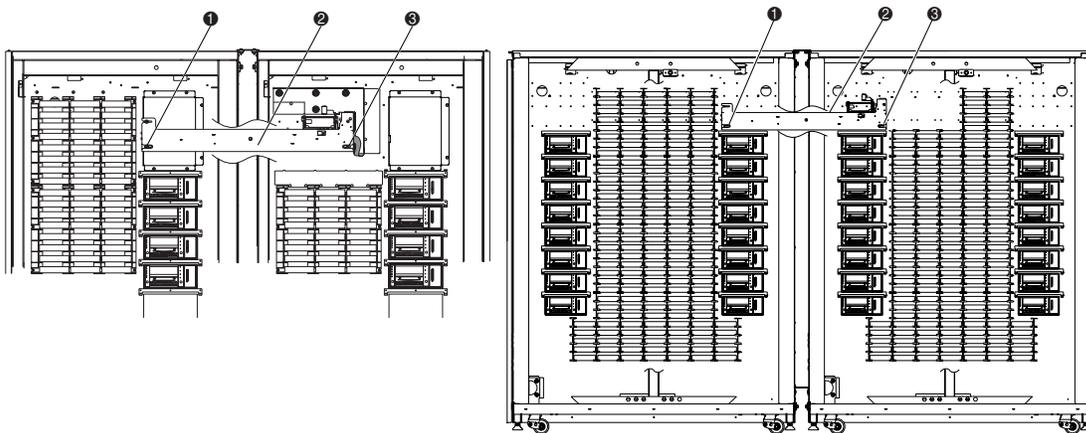

Figura 2-9. Installazione del meccanismo PTM
- ❶ Posizioni di montaggio del meccanismo PTM per la libreria destra e sinistra
- ❷ Copertura del cavo PTM
- ❸ Viti e rondelle (4)
- ❹ Fermi (3)
- ❺ Coperchio con le aperture per i ripiani dei vani e fermi (6)
8. Tenendo il meccanismo PTM con il lato destro rivolto verso l'alto, inserirlo nella relativa apertura della libreria destra e nella libreria sinistra (vedere la Figura 2-9).
- ❶ Posizioni delle linguette di montaggio inferiori del meccanismo PTM
- ❷ Meccanismo PTM
- ❸ Linguetta di montaggio superiore
10. Installare due viti (N/P 0905057) e due rondelle (N/P 0685023) nelle linguette di montaggio inferiori del meccanismo PTM, una per libreria (❶ Figura 2-9).